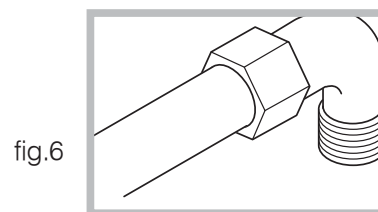

fig.6
• Efectue a ligação de maneira que não provoque solicitações de nenhum género ao aparelho. Ligue à união orientável (de rosca ½” G macho), situada do lado traseiro direito do aparelho (fig. 6), mediante um tubo rígido de metal e com uniões em conformidade com a norma em vigor, ou então mediante um tubo flexível de metal de parede contínua em conformidade com a norma em vigor, cuja máxima extensão não deve superar os 2000 mm.